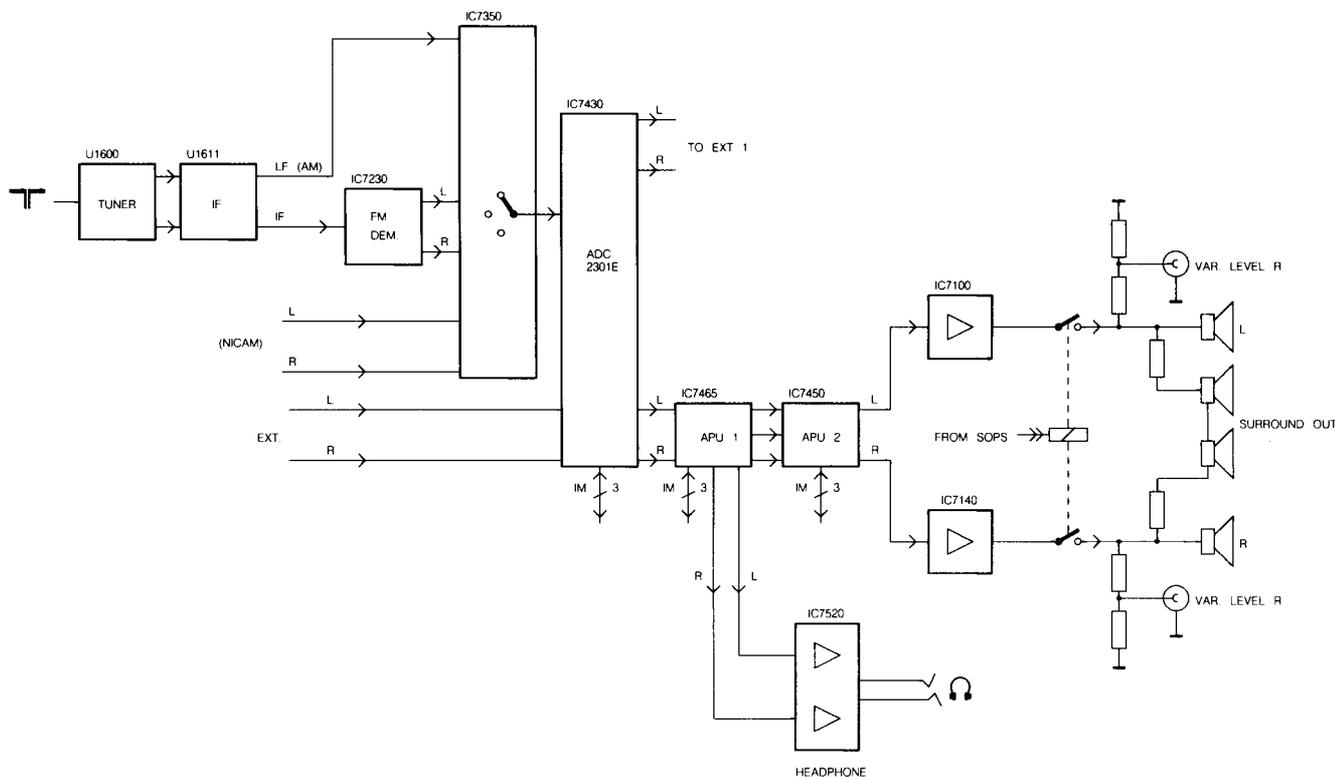

Fig. 6.1
6.1 Das Blockschaltbild (siehe Abb. 6.1)